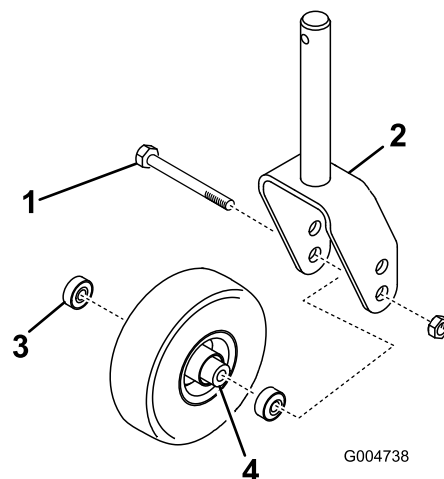

Figura 25
1. Togliete il dado di bloccaggio dal bullone che fissa la rotella orientabile alla forcella (Figura 25). Afferrate la ruota orientabile ed estraete la vite a testa cilindrica dalla forcella o dal braccio di rotazione.
2. Togliete il cuscinetto dal mozzo della ruota e lasciate cadere il distanziale del cuscinetto (Figura 25). Togliete il cuscinetto dalla parte opposta del mozzo della ruota.